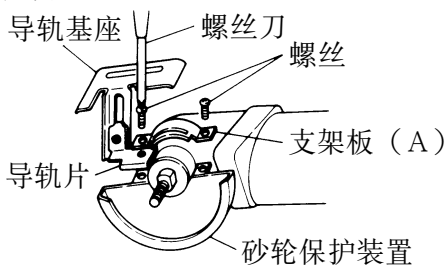

图 4
- (1) 使用正确尺寸的金刚石砂轮（外径 105 mm，内径 20 mm）
- (2) 使用金刚石砂轮时不要加凉水或磨削液。
- (3) 在切削操作中要牢固地握住工具以控制被材料所产生的反作用力。
- (4) 必须使切削深度保持在 2 ~ 5 mm 内，否则马达会过热而受损。请采用适度的切削速度，并请勿在工具上施加过大的压力。
- 安装导轨基座组件（图 4）
- (1) 松开砂轮保护装置上的两个小螺丝。
- (2) 在砂轮导轨和支架板（A）之间插入导轨片，并且上紧两个螺丝中的一个。请确认导轨确实不会活动。